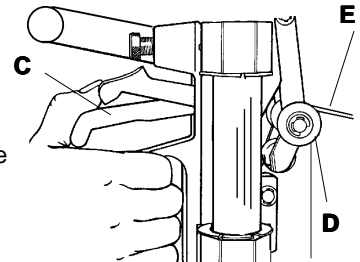

Figure 20
7. Raise the **CUTTING HEAD** and depress the **LONG THUMB LEVER (C)** to push the white **BREAK OUT ROLLERS (D)** against the plastic **(E)** near the top edge as in **Figure 20**. Press on the **LONG THUMB LEVER** until you hear the cracking sound of the plastic breaking. While holding this
7. Schieben Sie den **Schneidekopf** hoch und drücken Sie den **langen Hebel (C)** nieder, um die weißen **Ausbrechrollen (D)** gegen die Plastikscheibe **(E)** an der oberen Kante anzulegen (siehe **Abbildung 20**). Drücken Sie auf den **langen Hebel** bis Sie ein Brechgeräusch hören. Ohne den Druck auf die Rollen zu verändern ziehen Sie jetzt den **Schneidekopf** so weit wie möglich nach unten. Die Plastikscheibe wird jetzt an der Anrißlinie gebrochen sein.
7. Levez la **TÊTE DE COUPE** et appuyez sur le **LEVIER DE TAQUET LONG (C)** pour pousser les **ROULEAUX DE DÉCOUPAGE blancs (D)** contre le plastique **(E)** près du rebord supérieur comme dans la **Figure 20**. Appuyez sur le **LEVIER DE TAQUET LONG** jusqu'à ce que vous entendiez le son du plastique qui se casse. Tout en maintenant la même pression sur les **ROULEAUX**, rabaissez la **TÊTE DE COUPE** tout à fait en bas. Le plastique sera découpé en suivant la ligne d'entaille.